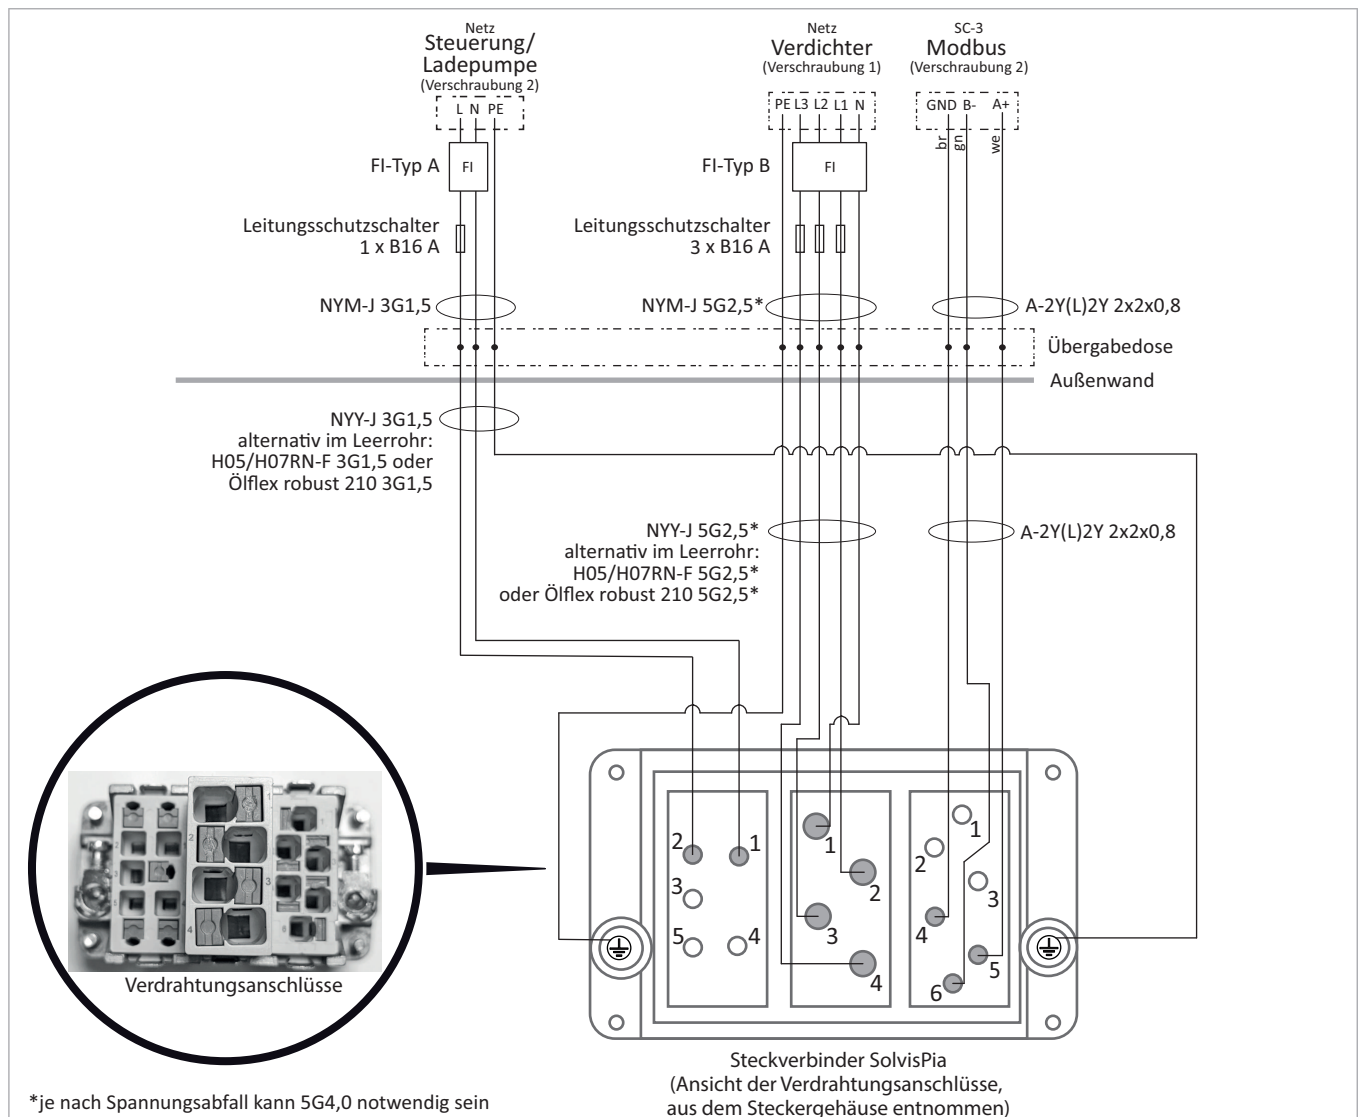

Abb. 2: Stecker-/Anschlussbelegungsplan SolvisPia 12
- Verdrahtung des Steckverbinders gemäß → Abb. 2